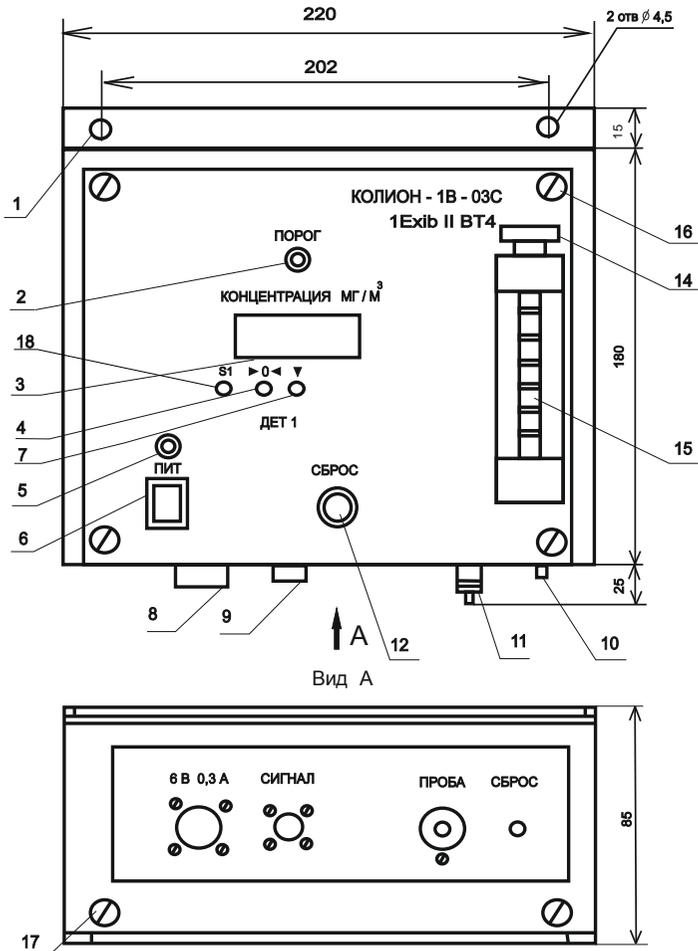

Рис. 1
2.1.2.5. Габаритные и установочные размеры БИ и БПВС приведены на рис. 1, 2 и 3.
3.3. Замену микронасоса проводить при низком расходе воздуха в газовой линии газоанализатора (см. п. 2.2.1.2.). Выключите тумблер «ПИТ» БИ. Выключите тумблер «Сеть/Выкл» БПВС. Отсоедините кабели от БИ и трубку от штуцера СБРОС. Отверните два верхних винта (16) на передней панели и два винта (17) на нижней панели БИ (см. рис. 1). Снимите скобу с передней и нижней панелями. Отсоедините провода питания микронасоса (13) от клеммной колодки (2). Отсоедините от микронасоса шланги газовой линии (16). Отверните гайки